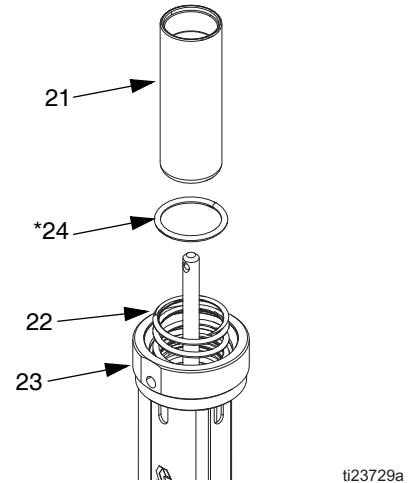

FIG. 15
6. Far scivolare il pistone dell'aria (21) fuori dalla parte superiore della base del motore pneumatico (23). Rimuovere gli anelli (24*) dalla base del motore pneumatico. Ispezionare tutte le parti, inclusa la molla (22) nella base del motore pneumatico, cercando eventuali danni. Vedere FIG. 15.